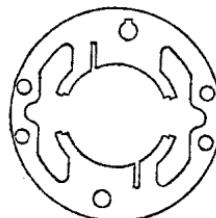

图 2-9
**罩极式台风扇定子槽数**采用4~8槽（见图2-9），它的凸极槽数为极数与放置短路环槽数之和。它适